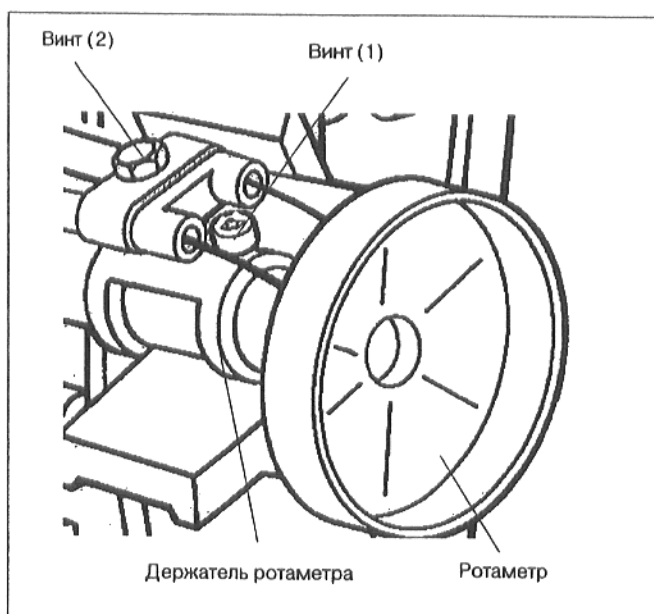

Рис.12
- Ослабить винт (1) держателя ротаметра (рис.12).
- Ослабить винт (2) держателя электродов зажигания (рис.12). Теперь можно при необходимости осуществить замену электродов зажигания.